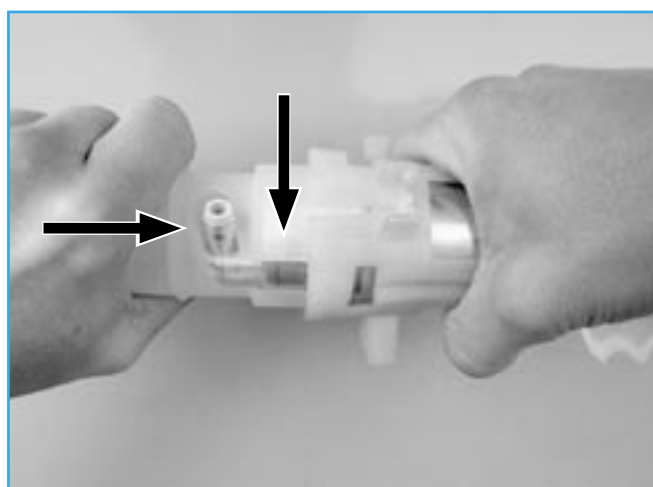

Fig. 10
- Tournez latéralement l'outil de façon à ce que le raccord du tuyau de refoulement coudé de la pompe soit dans l'encoche de l'outil (voir Fig. 10).